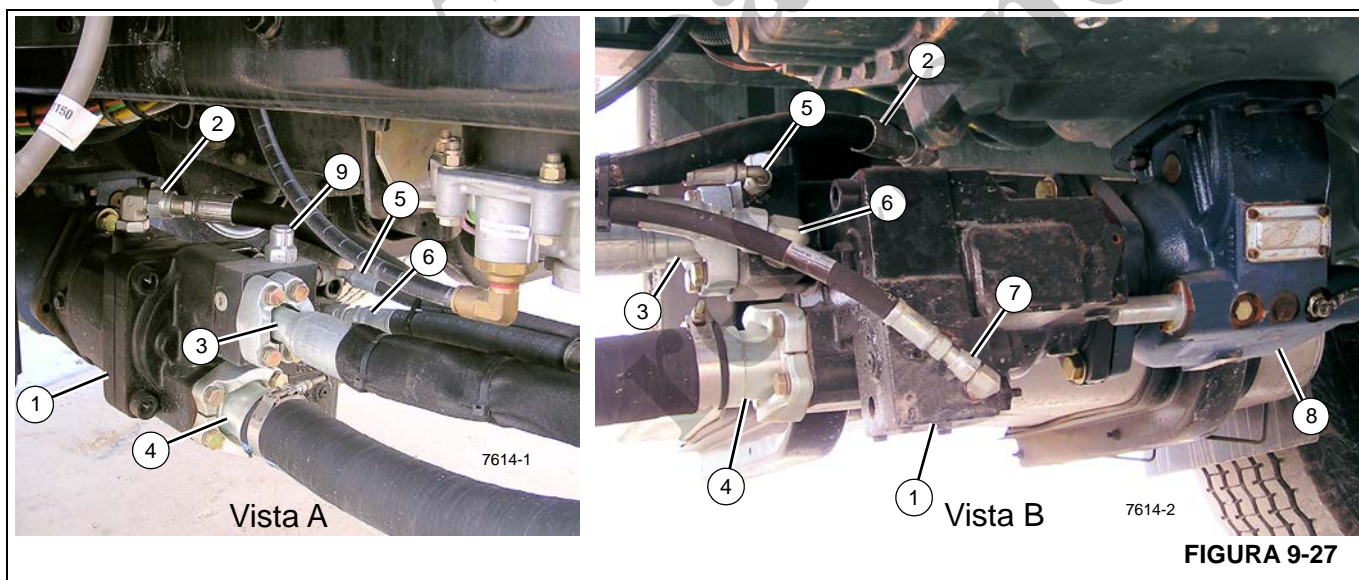

FIGURA 9-27
Consulte a Figura 9-27 para as etapas a seguir.
A pressão do sistema hidráulico é fornecida por uma bomba hidráulica (1, Figura 9-27) montada na PTO (Tomada de força) do caminhão (8).
10. Se usar a configuração mostrada na Figura 9-27, assegure-se de posicionar a entrada de dreno da caixa (2) no ponto mais alto acima do nível do solo.
14. Remova as tampas contra poeira dos orifícios de entrada e saída da bomba hidráulica e instale as conexões e as linhas hidráulicas como mostrado na Figura 9-27.
NOTA: A Figura 9-27, Vista A, mostra o lado esquerdo (do motorista) da instalação da bomba hidráulica e a Vista B mostra o lado direito (do passageiro) da instalação da bomba hidráulica.